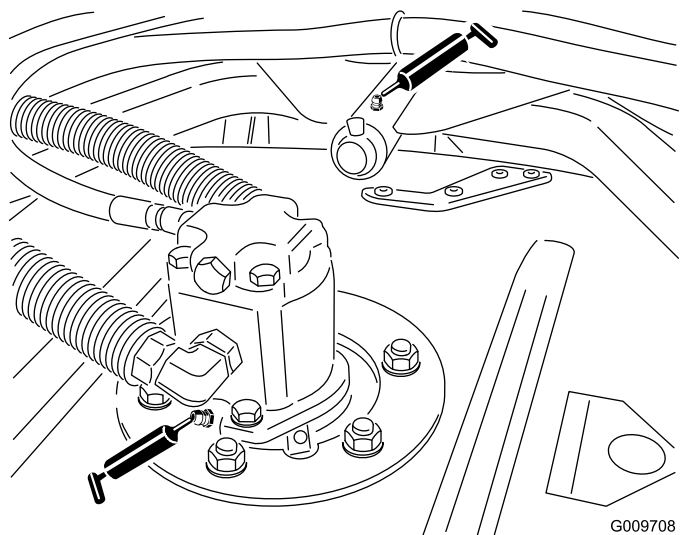

Рисунок 42
- Подшипники шпинделя режущего блока (по 2 шт. на каждый режущий блок), как показано на Рисунок 42
- Втулки несущего рычага режущего блока (по 1 шт. на каждом режущем блоке), как показано на Рисунок 42